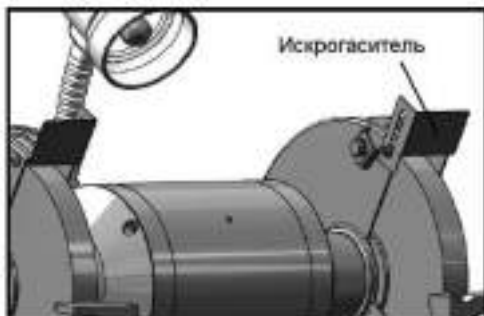
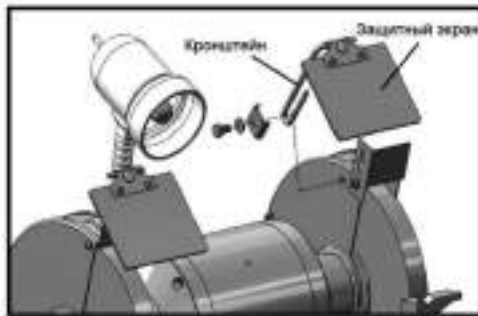

Рис. 2
Рис. 3
3. Установите на станок искрогасители (рис. 2) и защитные экраны (рис. 3) используя крепеж из комплекта.